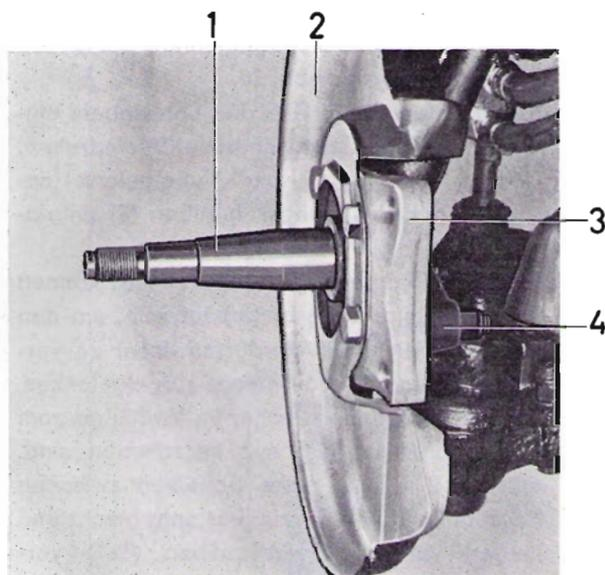

Abb. 24 Teile der Vorderachse und Radaufhängung
2. Lenkhebel mit dem Spurstangenhebel zusammenbauen. Bremsträger und Schutzblech am Achsschenkel festschrauben, vgl. Abb. 24.